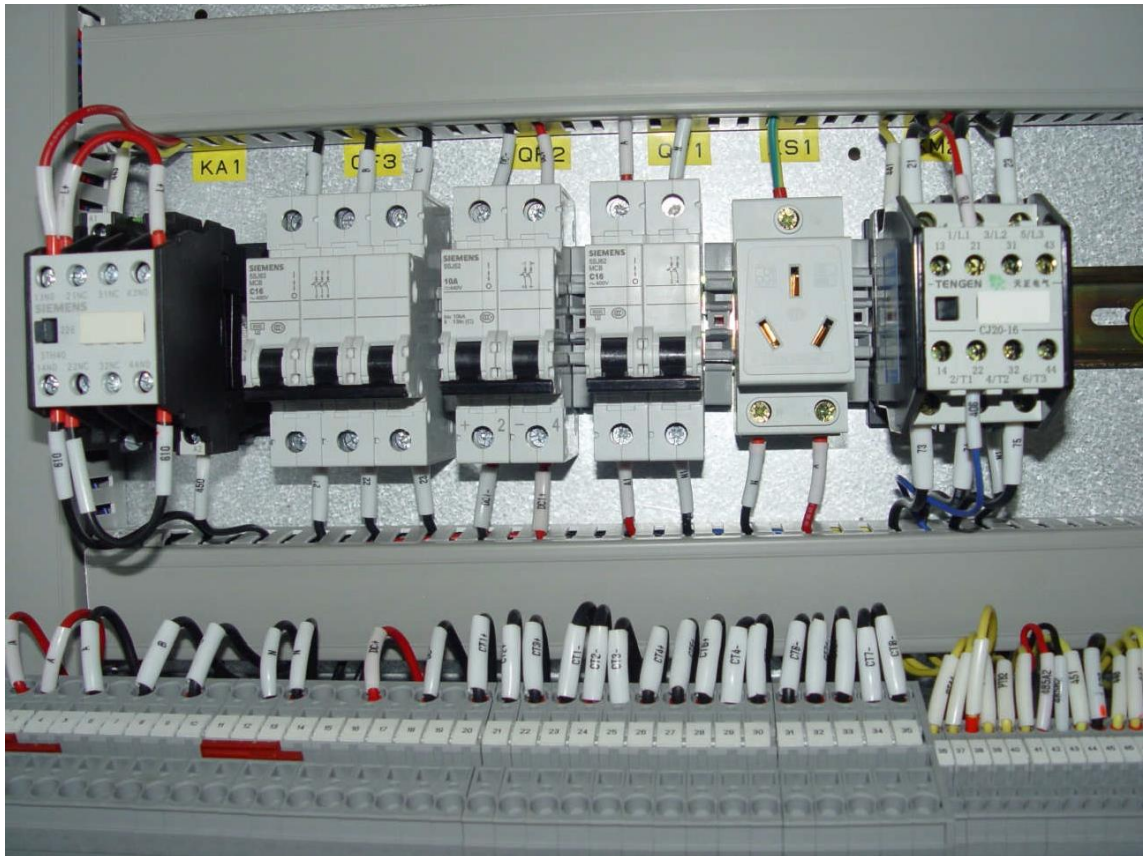

图 6.1 控制柜布局/Figure 6.1 Control Cabinet Wiring
- 2)客户现场配电室将 AC220V 电源或者 DC220V 电源送至 ZBSVG，闭合图 6.1 所示 ZBSVG 控制柜内 AC220V 电源空气开关 QF1 或者 DC220V 电源空气开关 QF2，为 ZBSVG 二次系统供电。
In order to make ZBSVG control loop working, the site needs to provide AC220V or DC220V power supply. After that, close the air switch QF1 or QF2. The AC220V air switch and the DC220V air switch are shown in Figure 6.1.
4)客户现场配电室将 380V 电源送至 ZBSVG，闭合 ZBSVG 控制柜风机电源空气开关 QF3。电源送达后按住控制风机的中间继电器 KM2 凸起（如图 6.1 所示）或相应接触器的动铁芯大约 2 秒，松开，观察风机转向是否与图标一致。如不一致，调整任意两相相序。